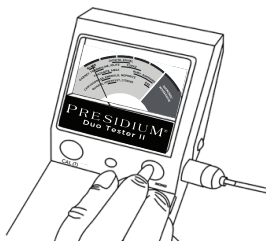

Рис. 1.4
- Прижмите наконечник щупа к диску-имитатору Стакан, который расположен право от индикаторной лампочки (Рис. 1.4). Приложите достаточных усилий, чтобы выступающий наконечник полностью вошел внутрь корпуса щупа-ручки. Стрелка-индикатор отклонится и остановится на красной полоске (желательно в центре красной полоски), над которой находится надпись «Стакан» («КАЛИБРОВКА»), через 2-3 секунды.